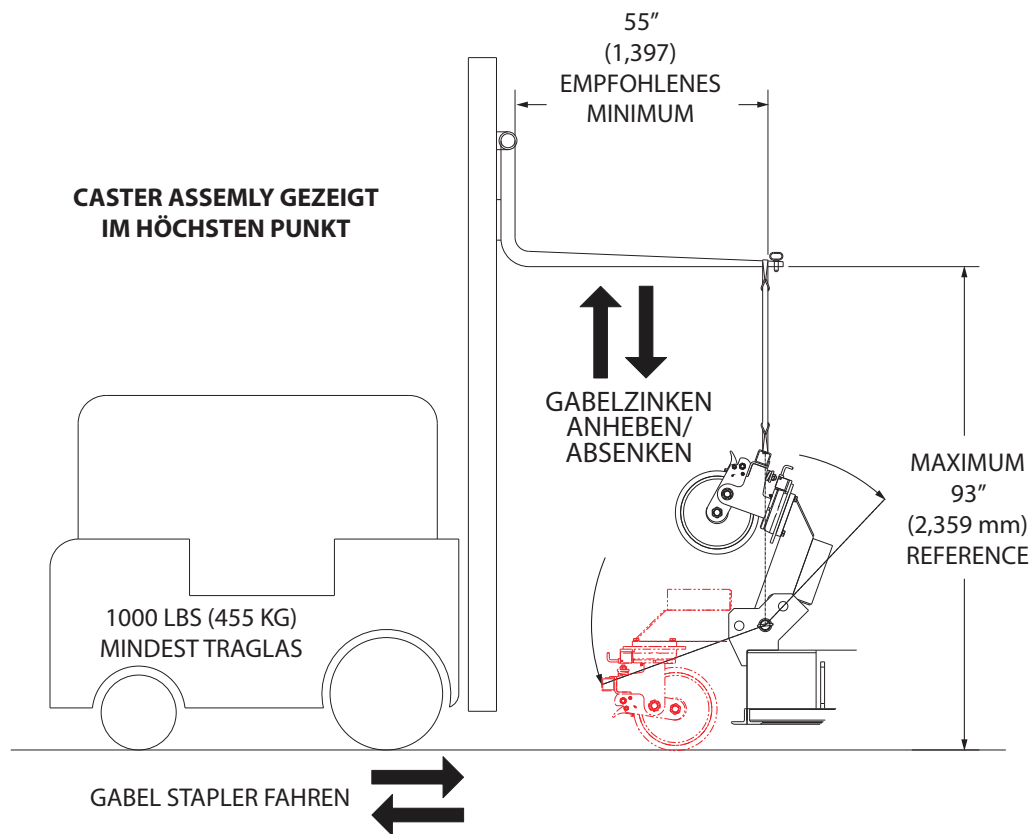
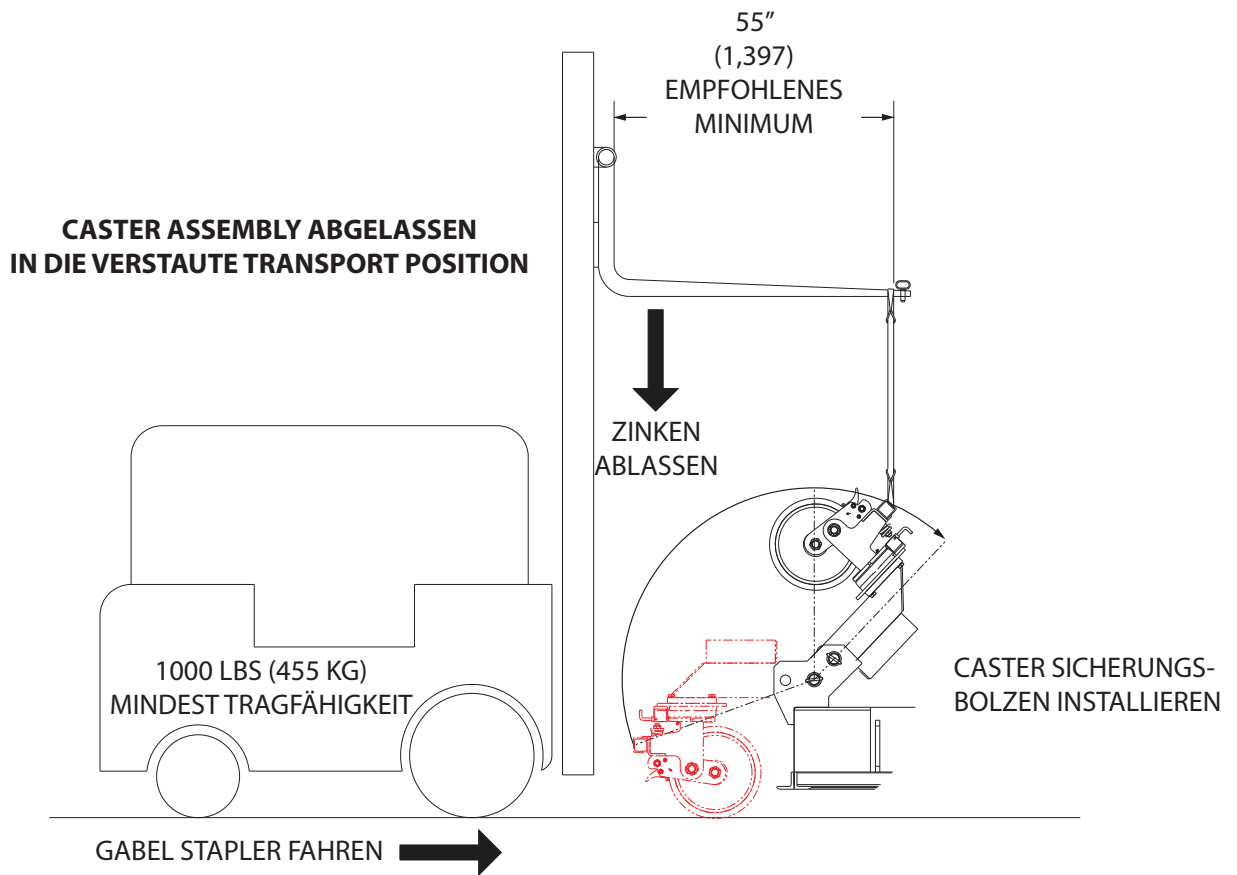

Abbildung 5.10-2
Abbildung 5.10-3
3. Hat der Caster beim Drehen die höchste Stellung erreicht, Abbildung 5.10-2, den Caster horizontal nach vorn bewegen, im Schwerpunkt halten und dem Drehweg folgen. Das Hebezeug langsam ablassen und dabei weiter horizontal in Richtung Stand bewegen, bis der Caster in der Verstauposition aufliegt. Siehe Abbildung 5.10-3.